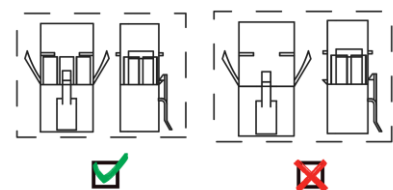

Abbildung 10 Steckanschluss Kochfeld zum Backofen
- Die Stecker rot und weiß vom Kochfeld, entsprechen an der Backofenoberkante rot und weiß anschließen. Siehe Abb. 10